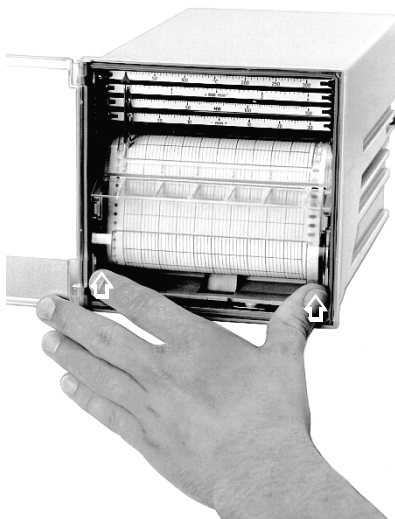

Bild 9 Registrierpapier positionieren
1.8 Registrierpapier positionieren (siehe Bild 9)